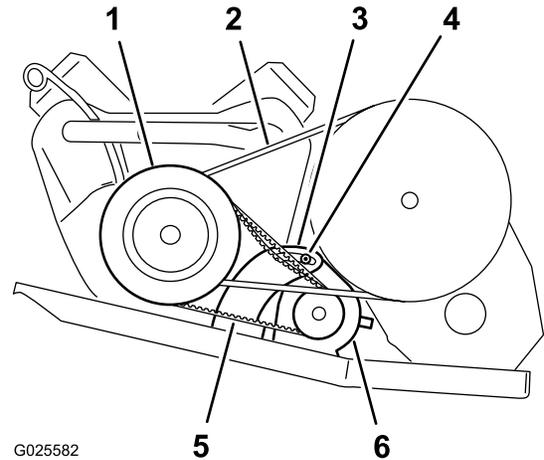

Figura 73
2. Desaperte a porca de articulação do gerador do motor de arranque (Figura 73).
4. Pressione o pé-de-cabra para rodar o motor de arranque na ranhura até a tensão da correia permitir apenas 6 mm de deflexão da correia com 44 N de força (Figura 73).
5. Aperte a porca de articulação à mão e retire o pé-de-cabra (Figura 73).